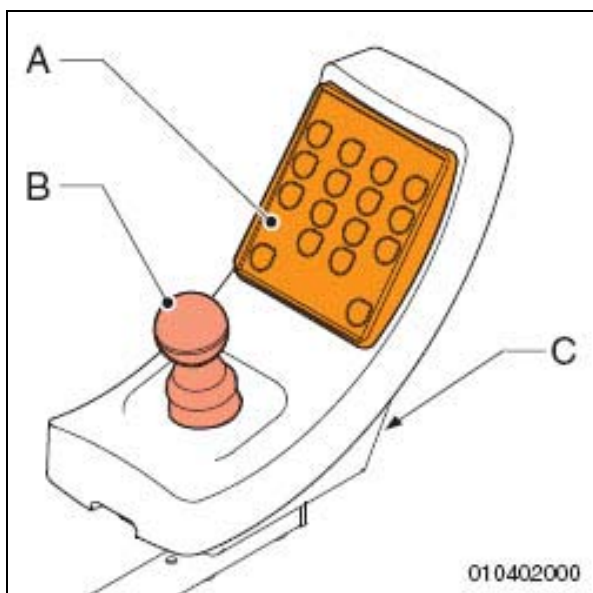

Abbildung 2.2
- A. Bedienfeld (Abb. 2.2 - A)
- B. Joystick (Abb. 2.2 - B)
- C. Ladeanschluss (Abb. 2.2 - C), siehe 'Batterien aufladen'